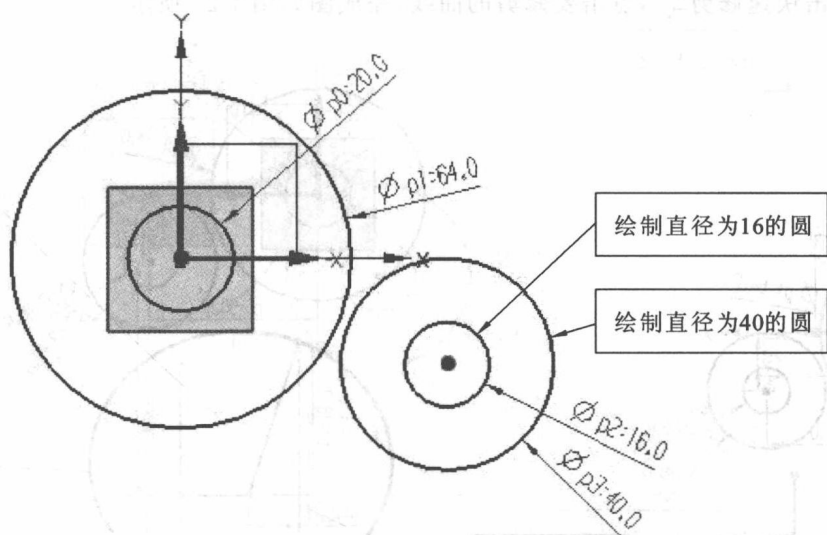

图 1-16 分别绘制直径为 16、40 的圆
(4) 同理，绘制另两个任意尺寸的同心圆，点击【快速尺寸】，依次点击两个圆，分别输入直径数据 16、40，如图 1-16 所示。
(5) 点击【快速尺寸】，约束两组同心圆圆心 X 方向距离为 50，Y 方向距离为 20，如图